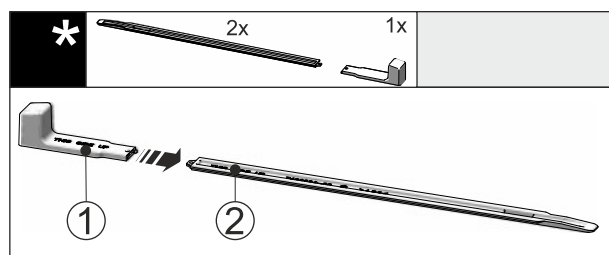

Fig. 50
- ▶ Поставете монтажната дръжка Fig. 50 (1) на нивелиращата релса Fig. 50 (2).